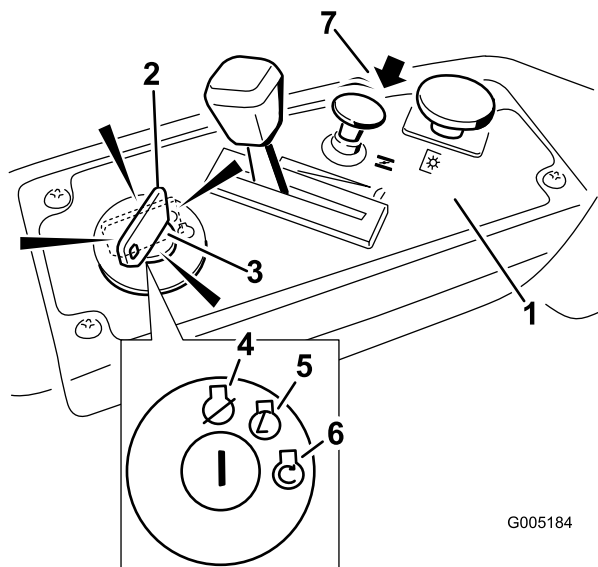

Figure 13
- Tournez la clé de contact en position de démarrage pour activer le démarreur. Relâchez la clé quand le moteur démarre (Figure 13).
- Lorsque le moteur démarre, appuyez sur la commande de starter (Figure 13). Si le moteur cale ou hésite, tirez la commande de starter et faites tourner le moteur quelques secondes. Ensuite repoussez la commande du starter. Répétez l'opération si nécessaire.